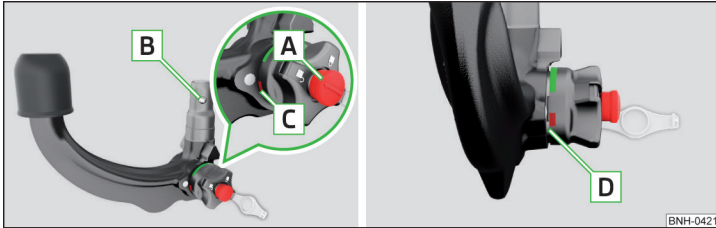

Abb. 220 Bereitschaftsstellung
**Korrekt eingestellte Bereitschaftsstellung** » Abb. 220